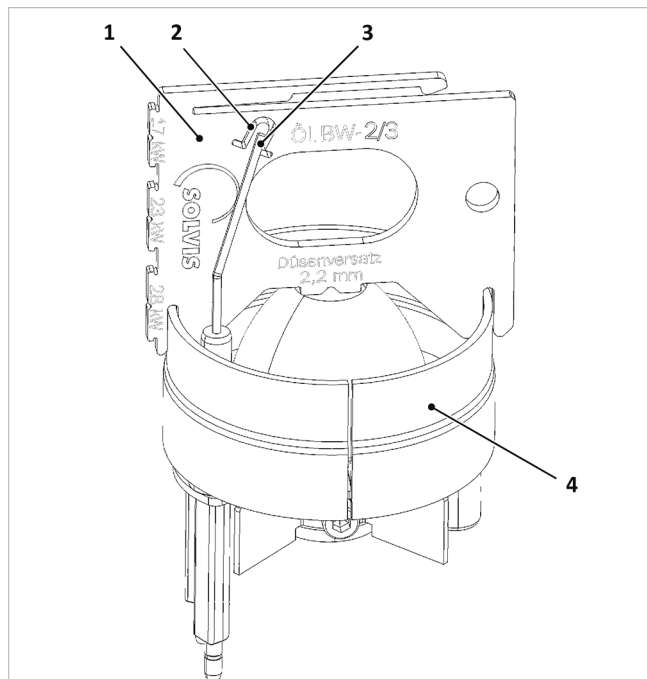

Fig. 145: Comprobación de los electrodos de encendido
- Revise la distancia de los electrodos (3) tal y como se muestra en la → fig. 145 y, en caso necesario, corrijala doblándolos.
- Revise la longitud mínima. El extremo inferior de la ventana de control (2) del calibre establece la longitud mínima de los electrodos de encendido. Si se supera solo ligeramente esta longitud, deberá sustituirlos.